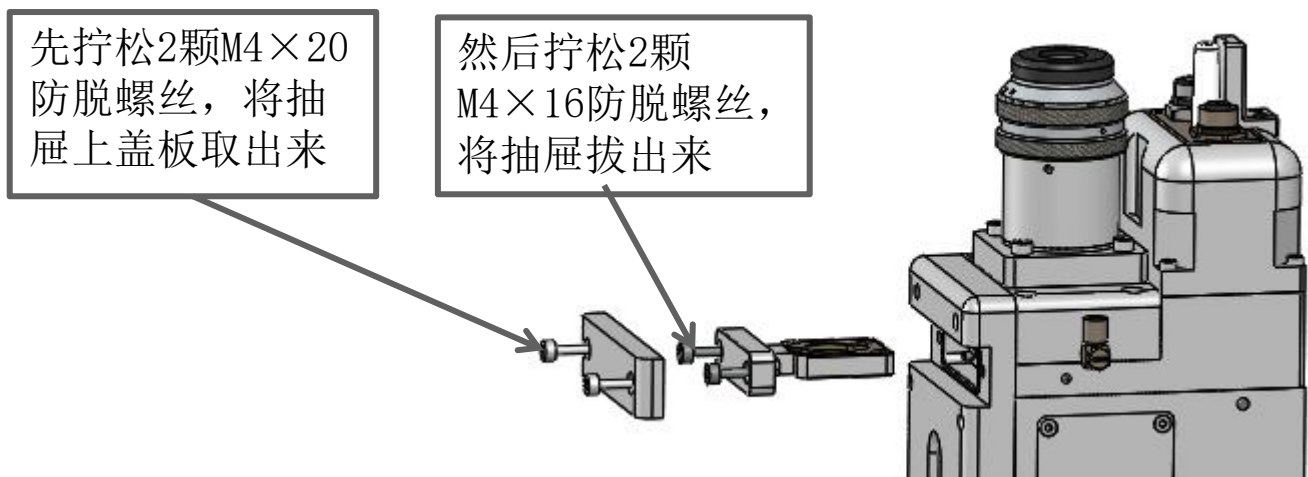
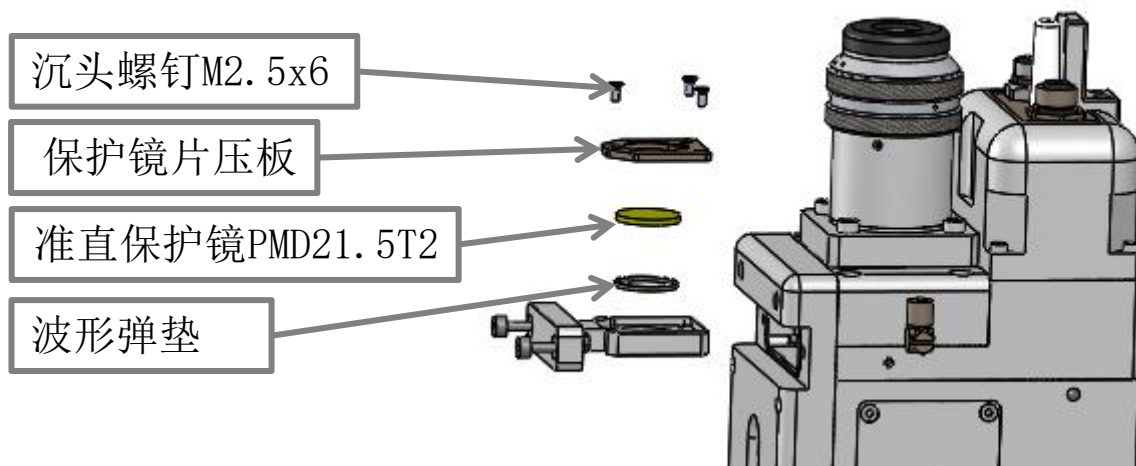

图4.1
图4.2
5.1.1 准直保护镜的拆装，拆装方法如下图4.1、图4.2所示。